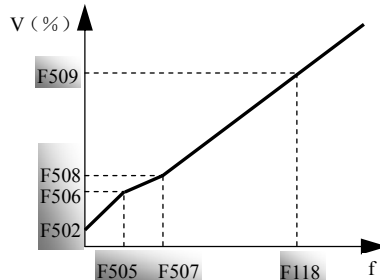

图 5-8 折线式 V/F 曲线
- 用户可根据自己的需要及负载的实际情况，自行定义折线式 V/F 曲线，例如图 5-8 所示。